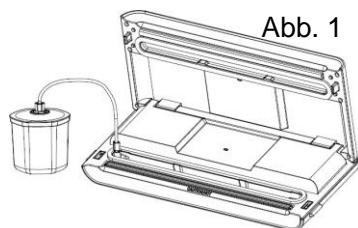

Abb. 1
3. Öffnen Sie die Deckelklappe des Geräts. Schließen Sie ein Ende des Schlauchs an die Absaugöffnung der Vakuumkammer und das andere Ende des Schlauchs an das Ventil bzw. die Öffnung im Deckel des Behälters. Sorgen Sie dafür, dass das Ventil am Deckel des Behälters auf die Position „Schweißen“ („SEAL“) gedreht ist (Abb. 1 und 2).